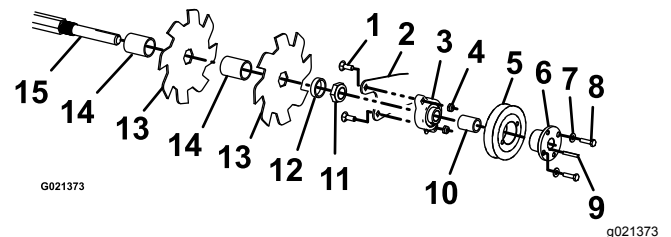

Figure 27
9. Retirez les 4 boulons de carrosserie et contre-écrous qui fixent l'assemblage de lames (Figure 27) et le déposer du support de la fourche.
10. Retirez les 2 boulons et rondelles qui fixent la poulie au roulement. Desserrez les vis sur le roulement et sortez la clavette de l'arbre (Figure 27). Déposez le roulement et la poulie en retirant les fixations du roulement sur le support de la fourche.